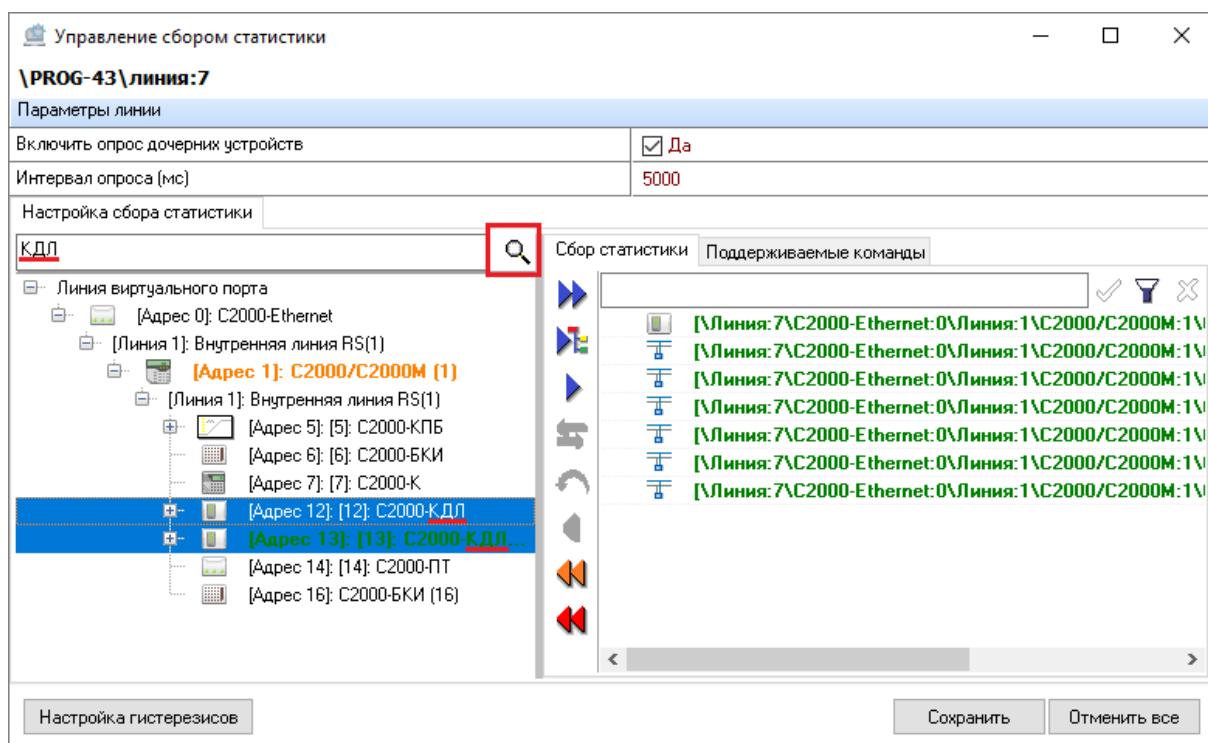

Рисунок 6-227 Результаты поиска в дереве статистики
- если в дереве статистики есть элементы, наименование которых содержит введенное сочетание символов, то они будут выделены в дереве статистики (см. Рисунок 6-227);